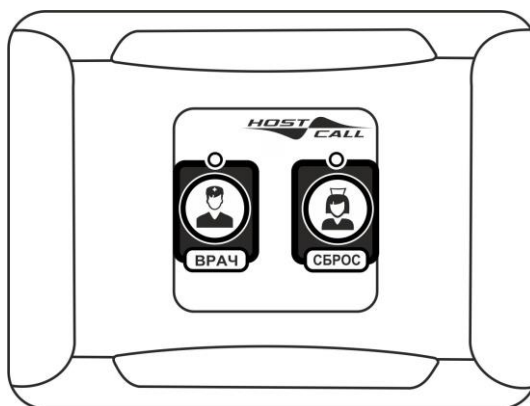

Рисунок 5.16. Кнопка присутствия/сброса и вызова врача MP-434W2
2. Кнопка присутствия/сброса и вызова врача MP-434W2 (рис.5.16).